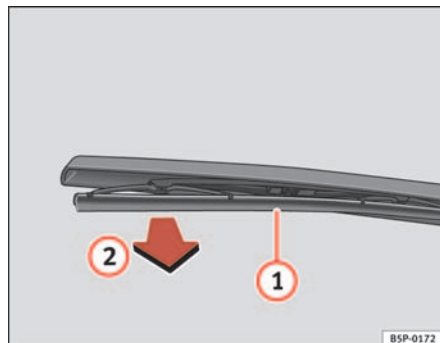

Abb. 160 Scheibenwischerblatt hinten auswechseln
⇒ Abb. 160
- Hängen Sie das Wischerblatt ① aus und ziehen Sie es heraus
②. ⇒ Abb. 160